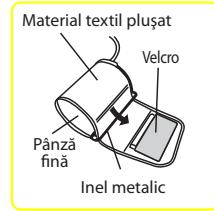

Fig. 2
- Manșonul este fixat în mod corect atunci când banda de tip velcro este de partea exterioră a manșonului, iar inelul metalic nu intră în contact cu pielea (Fig. 2).